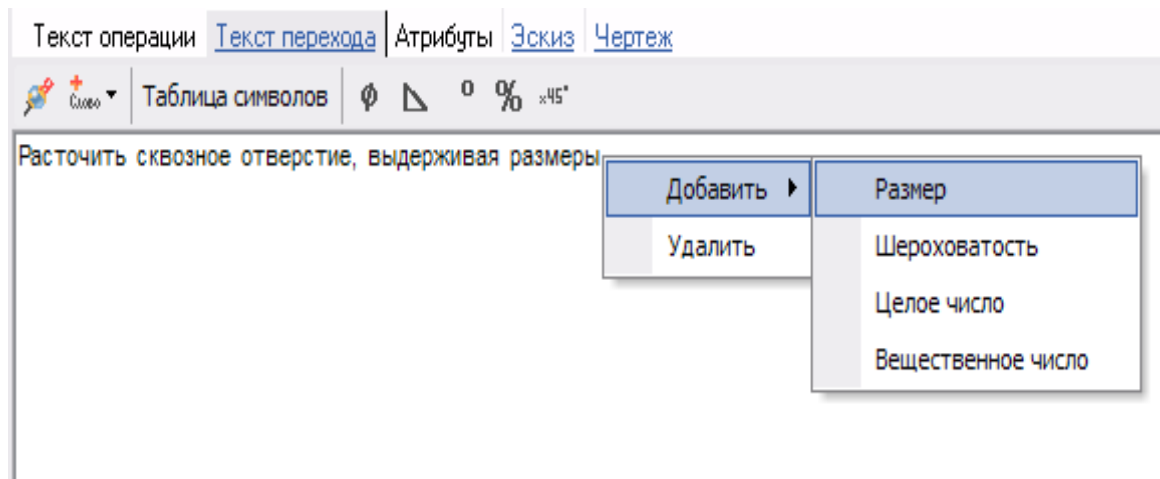

Рисунок 4.1 - Додавання розміру в текст переходу.
2. Значення можна додати, використовуючи контекстне меню через редагування розмірів (рисунок 4.1)